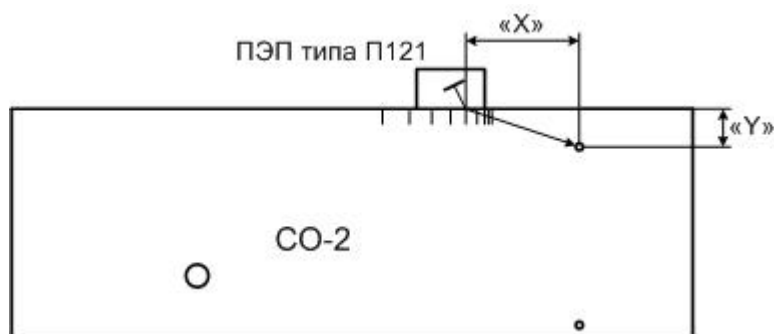

Рисунок 75 – Настройка координат «X», «Y» для ПЭП типа П121
6.1.2.7 Измерить угол ввода «  $\alpha$  » по образцу СО-2 (см. рисунок 75).
6.1.2.9 Проверить показания «Y», «X», найдя эхо-сигнал от бокового цилиндрического сверления диаметром 2 мм на глубине 8 мм образца СО-2\*, соблюдая требования по измерению амплитуды п.6.1.2.4 (см. рисунок 75). Сравнить с фактическими значениями. Показания «Y», «X» должны совпадать с фактическими с погрешностью: